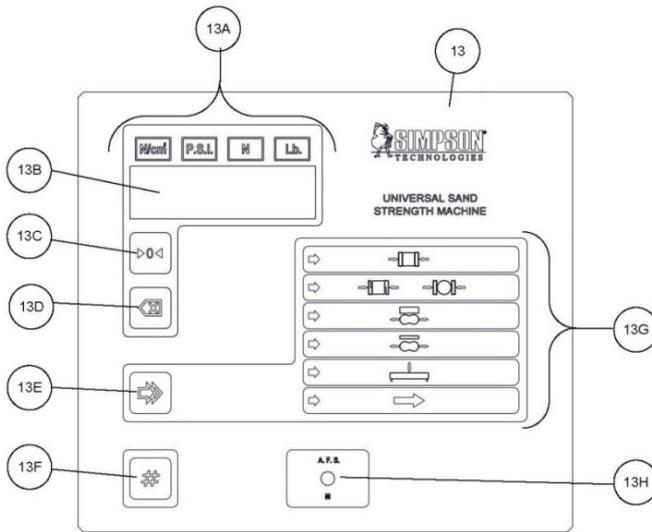

Figure 7.4 Electronic Panel Vue détaillée
6. Pour passer d'un registre à un autre, pressez le bouton "Démarrer" (Figure 7.4, N°13F) et l'écran numérique passera au registre suivant et à son contenu respectif.
7. Si le contenu d'un registre est incorrect, il doit être corrigé. Pour corriger le contenu d'un registre, pressez le bouton "Réinitialiser l'affichage" (Figure 7.4, N°13D) afin d'augmenter la valeur du contenu, ou le bouton "Sélection de l'essai" (Figures 3 & 4, N°13E) pour réduire la valeur. Après avoir passé le registre 9, le nombre 255 apparaîtra à l'écran. Pressez le bouton "Démarrer" pour retourner au message "HELLO".
8. La fonction "rESET" réinitialise l'appareil à ses paramètres d'usine. Pour ce faire, pressez le bouton "Démarrer" (Figure 7.4, N°13F) au moment où le message "rESET" ("Réinitialisation") apparaît sur l'écran. Tous les chiffres de l'affichage s'illumineront alors, signifiant que l'opération a réussi. Peu de temps après, le message "HELLO" sera à nouveau affiché. Si vous appuyez quatre fois sur n'importe quelle touche pendant que ce message est affiché à l'écran, les trois modes d'étalonnage réapparaîtront successivement. À ce stade, tous les paramètres ont été réinitialisés aux valeurs d'usine.